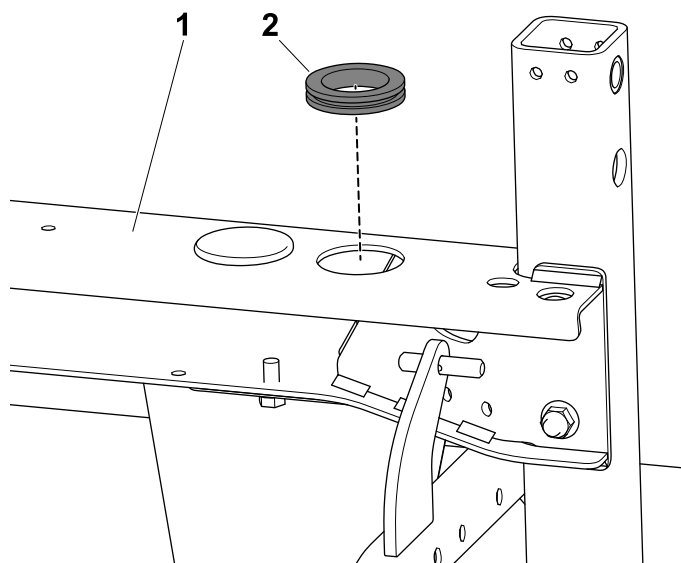

Рисунок 25
- Установите уплотнительную втулку в раму (Рисунок 25).